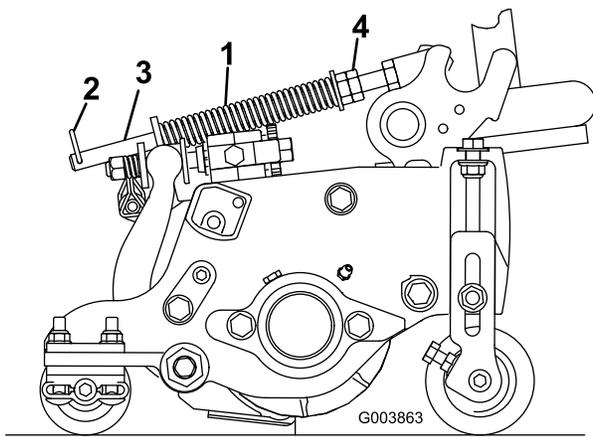

Bild 14
Die Rasenkompensierungsfeder (Bild 14) verlagert das Gewicht von der Front- zur Heckrolle. (Dies reduziert ein Bobbing genanntes Wellenmuster auf der Rasenfläche.)
1. Stellen Sie sicher, dass der Lastösenbolzen in das hintere Loch in der Federstange eingesetzt ist (Bild 14).
2. Ziehen Sie die Sechskantmuttern vorne an der Federstange an, bis die zusammengedrückte Länge der Feder am Reelmaster 5210 & 5410, 5 Zoll Mähwerke, 12,7 cm oder am Reelmaster 5510 & 5610, 7 Zoll Mähwerke, 15,9 cm beträgt (Bild 14).